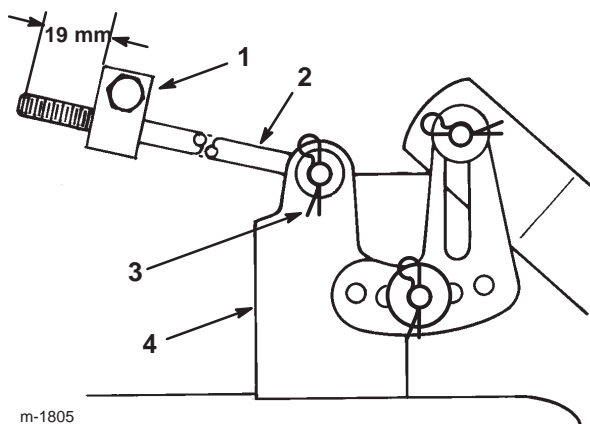

Bild 47
11. Messen Sie die Länge der Stange, die vorne aus dem Einstellblock an den Seiten des Rahmens heraussteht (Bild 47). Entfernen Sie, wenn die Länge der Stange nicht 19 mm beträgt, den Splint und die Scheibe vom Ende der Stange (Bild 47) und drehen Sie die Stange, bis die Länge von 19 mm erreicht ist.